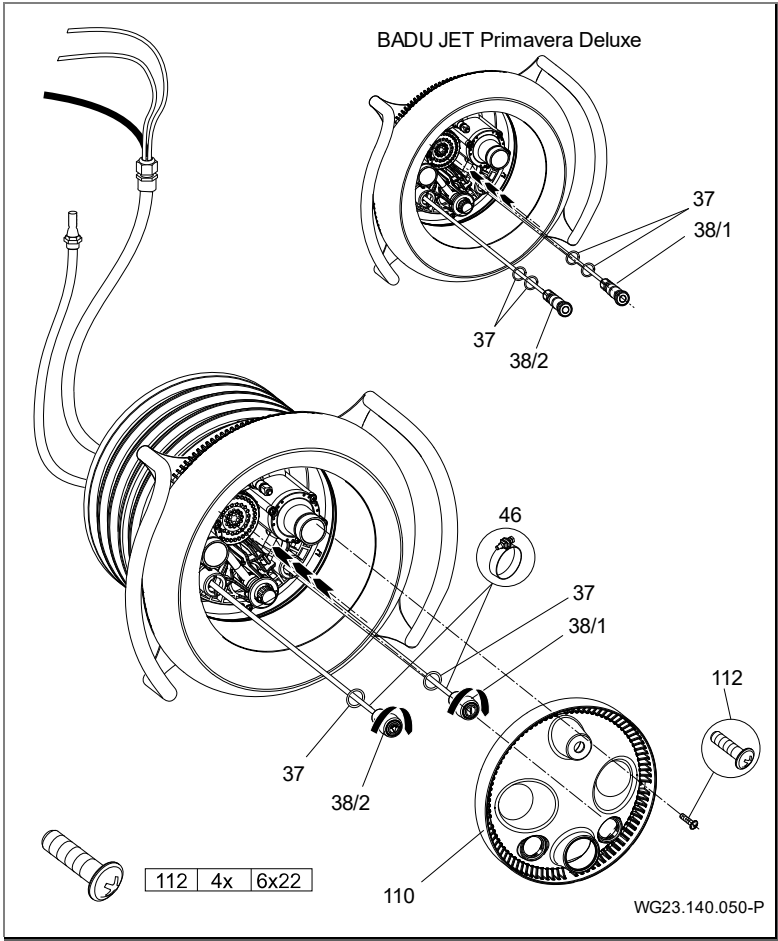

Fig. 19
pulsadores neumáticos en la carcasa de las boquillas y bloquéelos girando en el sentido horario. (Fig. 19)
10. Alinear la placa de acero inoxidable (93.1) con las motas de centraje salientes en las escotaduras de la placa de aspiración (93). Tener en cuenta la marca "OBEN" (ARRIBA) en la placa de acero inoxidable. Para retención del protector, doblar hacia atrás con un atornillador las dos lengüetas de flexión lateralmente desplazadas. (Fig. 19)